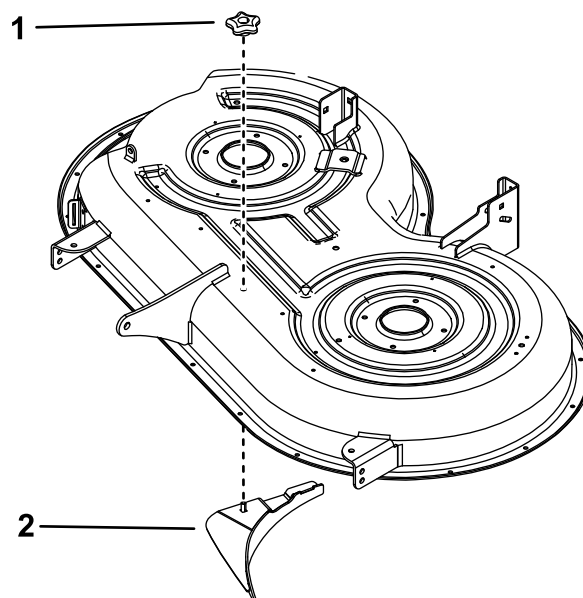

Figura 1
1. Instale el deflector y el pomo (Figura 1).